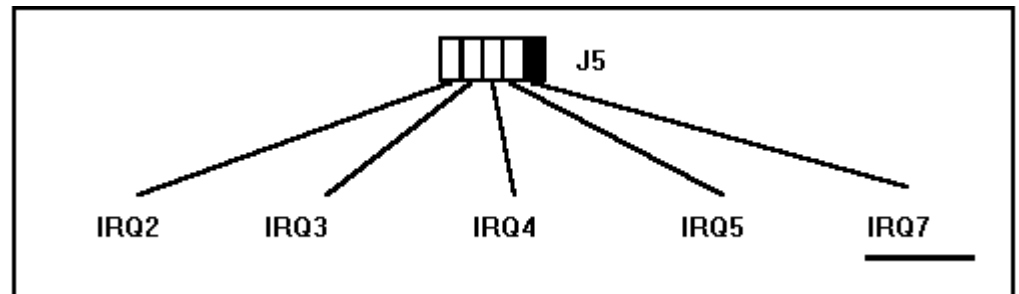

Figura 17: Definición de interrupción (IRQ), puente de conexión J5
- La figura 17 muestra las posiciones posibles de los puentes J4 y las direcciones correspondientes.